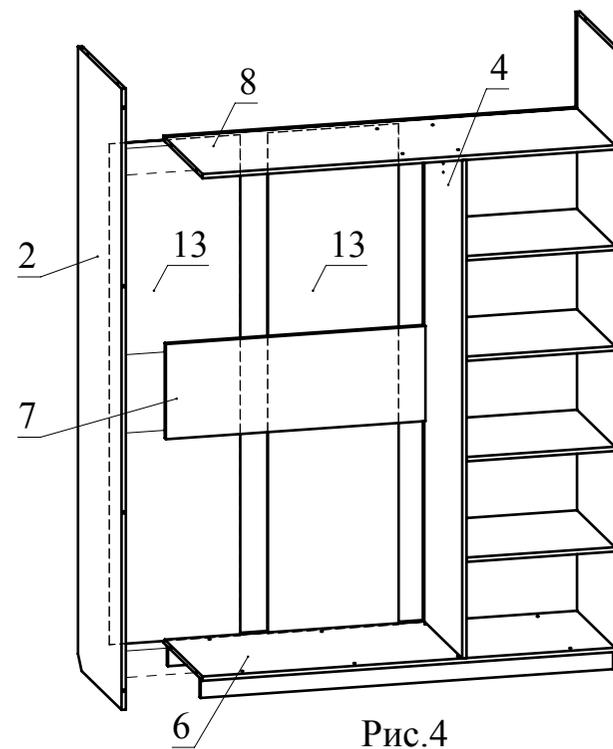

Рис.4
4. Вставьте последовательно в пазы деталей 4, 6, 8 детали 13, установив между ними соединительный профиль для ДВП. Соедините деталь 2 с деталями 6, 7, 8, 10, затянув головки минифксов конфирматным ключом по часовой стрелке до упора (Рис. 4).